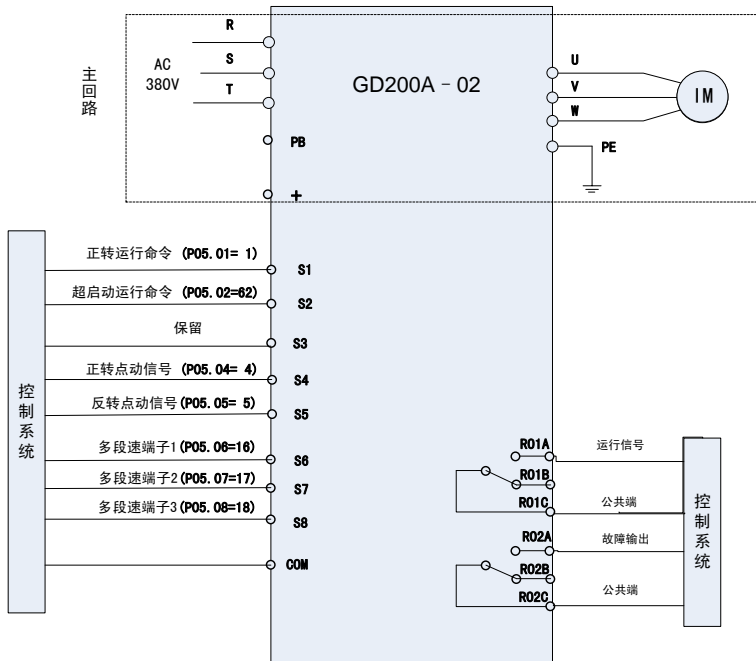

图 3.12 超启动应用标准接线图
- 按图 3.12 超启动应用标准接线图接线，变频器输入输出端子功能参数基本无需调整。如果现场功能端子上与上图接线不一致，需按实际接线手动调整输入输出端子功能。